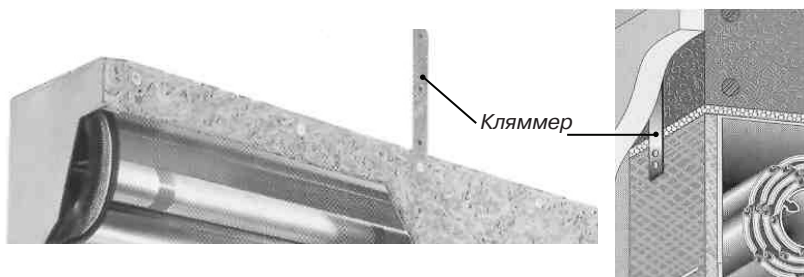

Рис. 11. Схема соединения стены и короба кляммером
- 3) рекомендуется фибролитовую плиту прикрепить к стене кляммерами в количестве не менее 3 штук (рис. 11). В качестве кляммера можно использовать стандартную прямую оцинкованную стальную перфорированную пластину, применяемую для крепления конструкций из гипсокартона.